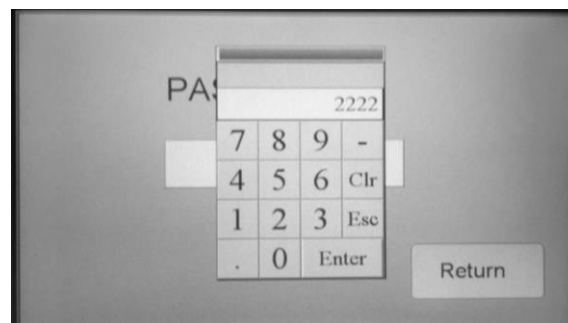

Fig. B7
6. Inserire il codice: 2222 (Fig. B7)